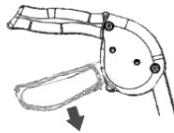

Fig. 6 (condizione di blocco)
1. spingere verso il basso la parte inferiore della maniglia del freno, come illustrato, fino a sentire uno scatto (fig. 6)